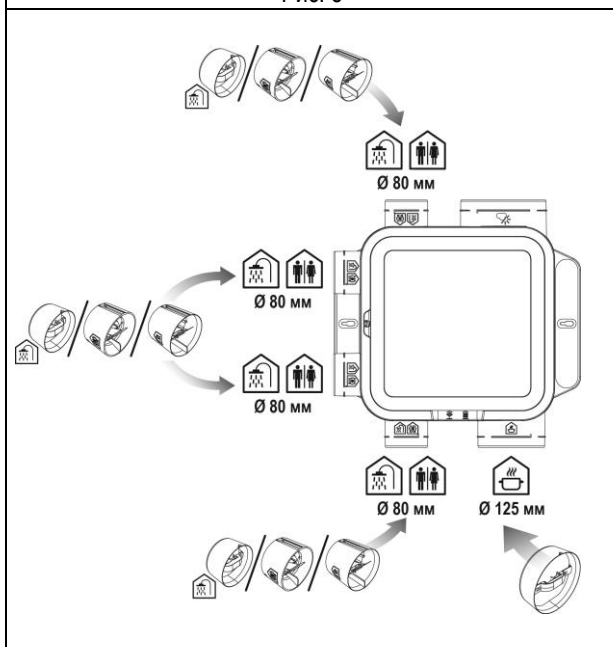

Рис. 7
- Следуя подсказкам в виде пиктограмм, вставьте до упора регулятор расхода воздуха для туалета в соответствующее входное отверстия вентилятора Ø80 мм; вставьте автоусилители расхода воздуха: для ванной в отверстие Ø80 мм, для кухни в отверстие Ø125 мм (рис. 7–9).